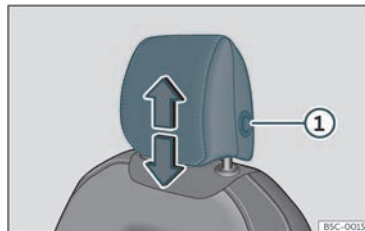
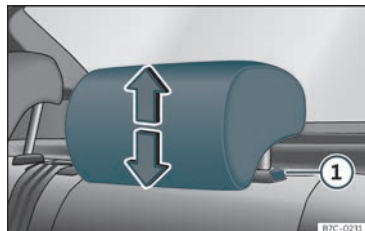

Fig. 101 Siège avant : réglage de l'appui-tête.
Fig. 102 Appui-tête arrière : réglage de l'appui-tête.
Pour le rabaisser, faites de même en appuyant sur le bouton latéral ① » fig. 101 » fig. 102.
- Appuyez sur le bouton latéral » fig. 101 ① et retirez les appuie-tête.